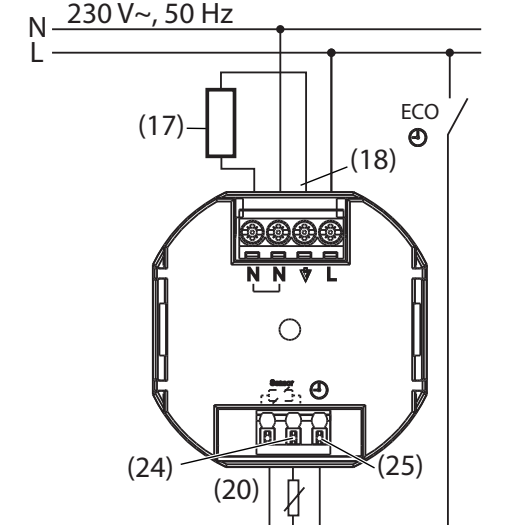

Рис. 4. Схема соединений
- Подключите регулятор согласно схеме соединений (рис. 4).
- При необходимости подключите внешний дистанционный датчик (20) (см. «Подключение внешнего дистанционного датчика»).
- Подключите дистанционный датчик (рис. 4, поз. (20)) согласно схеме соединений.
- Для вставки и удаления соединительного кабеля нажмите соответствующими инструментами кнопки принудительного разъединения (рис. 4, поз. (24)).
- Для вставки и удаления соединительного кабеля нажмите соответствующими инструментами кнопку принудительного разъединения (рис. 4, поз. (25)).